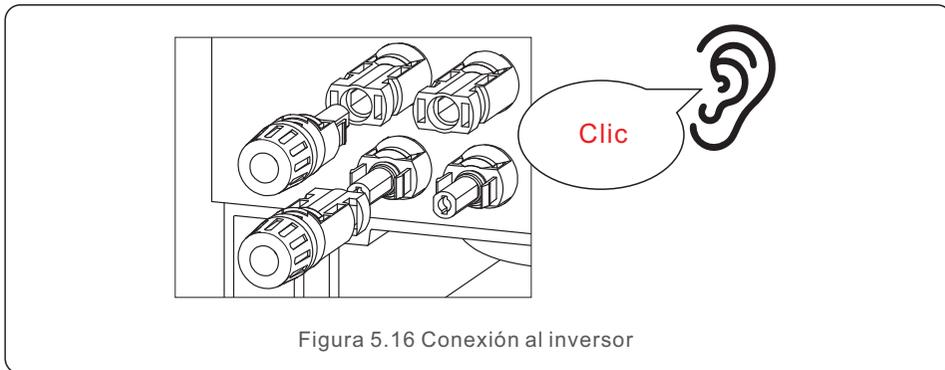

Figura 5.16 Conexión al inversor
Paso 7: Conecte el terminal de CC ya ensamblado al inversor, como se muestra en la Figura 5.16. Escuchará un leve “clic”, lo que indica que está correctamente conectado.